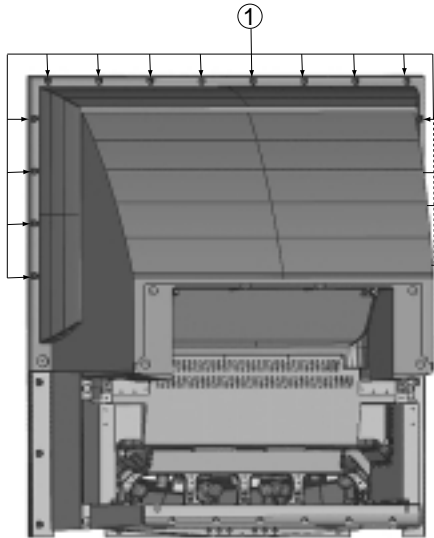

Fig.1
- Remove the fixing top back cover screw (1) (Fig.1).
- Retirer les vis de fixation (1) du coffret supérieur (Fig.1).
- Lösen Sie die Befestigungsschrauben (1) der oberen Geräterückwand (Fig.1).
- Rimuovere le viti di fissaggio della parte superiore dello schienale (1) (Fig1)
- Retirar los tornillos (1) de sujeción de la tapa trasera superior (Fig.1).